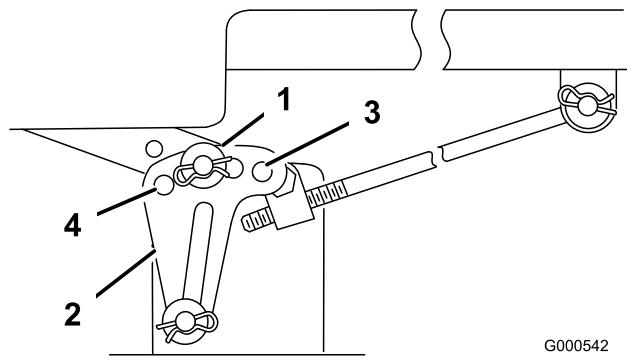
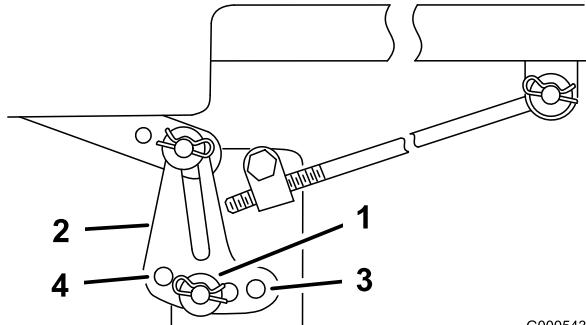

Figura 43
Figura 44
- Retire el pasador y la arandela del soporte de nivelación (Figura 43).
- Para nivelar la(s) cuchilla(s), vuelva a colocar el/los soporte(s) de nivelación en un taladro diferente y vuelva a colocar la arandela y el pasador. (Figura 43 y Figura 44). Los taladros delanteros bajan la altura de la cuchilla y los taladros posteriores elevan su altura. Ajuste ambos lados según sea necesario.